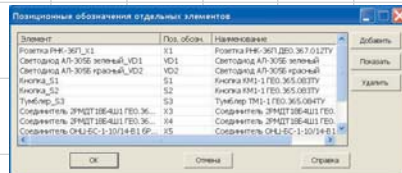

Рис. 2
3. В соответствии со схемой соединений и с перечнем элементов конструктор назначает буквенно-цифровые позиционные обозначения как приборам, входящим в изделие, так и отдельным установленным соединителям и другим компонентам (например, «Блок питания» имеет по схеме обозначение А1) (рис. 2).